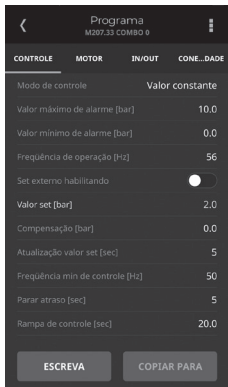

Figura 12 - Tela Valor Set [bar] alterado
12. Após o procedimento anterior, a tela aparecerá, conforme a Figura 12. Note que o valor do parâmetro Valor Set [bar] ficará na cor amarela, indicando que o valor foi alterado. Para salvar a alteração pressione a tecla ESCREVA.